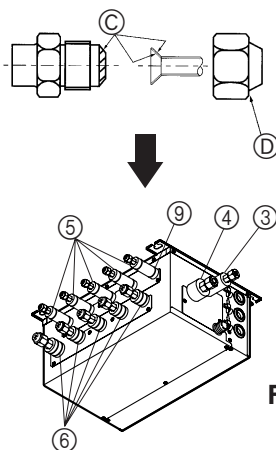

Fig. 7-2
- Ⓞ Нанесите охлаждающее масло на всю (Fig. 7-2) поверхность развальцованного места.